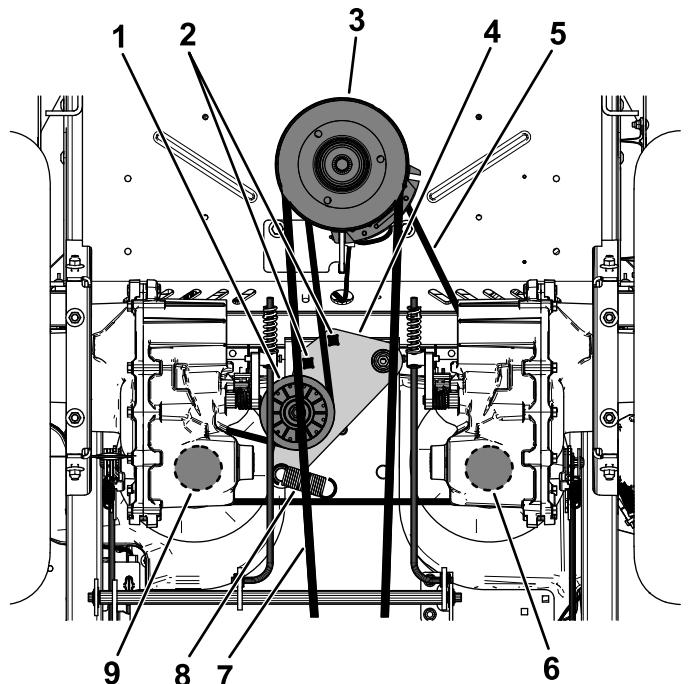

Bild 65
5. Verwenden Sie eine  $\frac{1}{2}$ "-Ratschen oder -Brechstange in einem der quadratischen Löcher im Spannrollenarm, um die Spannung der Spannrollenfeder (Bild 65) zu lösen.
6. Ziehen Sie den vorhandenen Riemen von der Umlenkrolle, den beiden Riemenscheiben für den Hydraulikpumpenantrieb und der Motorriemenscheibe (Bild 65).
7. Ziehen Sie den neuen Riemen um die Motorriemenscheibe und um die beiden Riemenscheiben der Hydraulikpumpe (Bild 65).